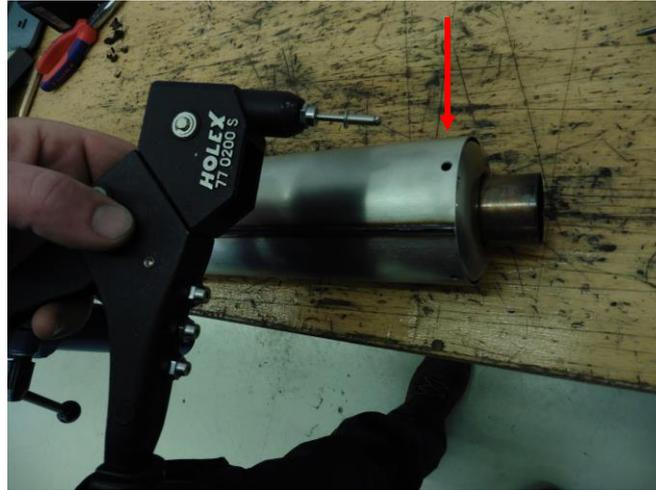

图5：铆接钢管
- 12 安装钢管。一定要对准消声管和钢管的铆钉孔（图5）。
- 13 把4个铆钉插入孔内，用铆钉枪安装铆钉（图5）。